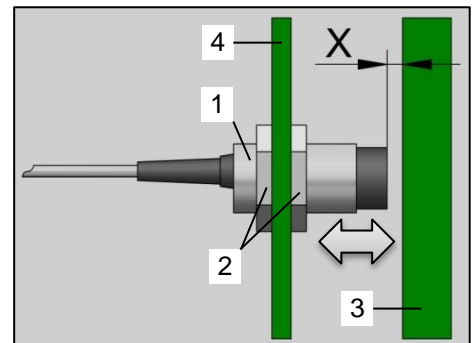

Bild 36: Öffner & Schließer
- Verfahren Sie das Stellteil mit dem Signalgeber (Bild 36 / Pos.3) so, dass eine Überdeckung mit dem Sensor (Bild 36 / Pos.1) stattfindet.
- Lösen Sie die beiden Muttern (Bild 36 / Pos.2) am Sensor (Bild 36 / Pos.1).
- Verdrehen Sie die beiden Muttern (Bild 36 / Pos.2), bis das Abstandsmaß X zwischen Sensor und Signalgeber erreicht ist.
- Ziehen Sie die beiden Muttern (Bild 36 / Pos.2) unter Berücksichtigung des maximalen Anzugsmoments wieder an.